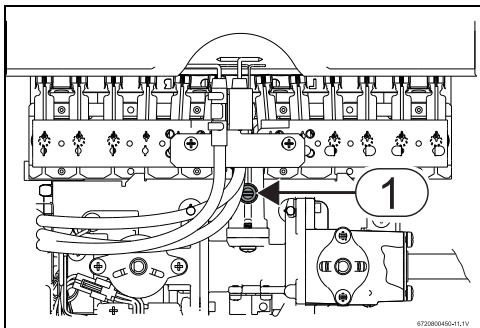

Рис. 14 Точки измерения давления
- ▶ Ослабить запорный винт (→ Рис. 14 , [1]).
- ▶ Подключить манометр в точке измерения давления на форсунке (→ Рис. 14 , [1]).